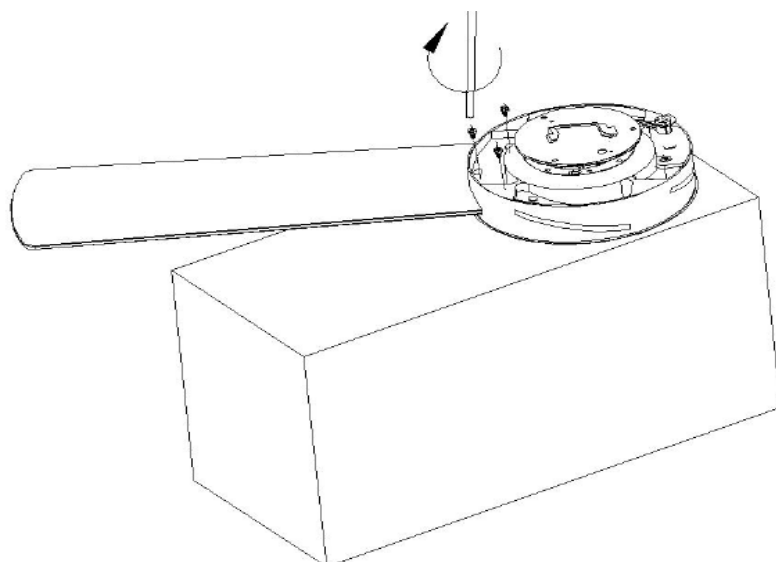

Fig. 5
- Asegure las aspas con los 3 tornillos para aspas y asegúrese de que los 3 tornillos están apretados por igual. No apriete los tornillos demasiado ya que esto puede dañar las aspas. Repita este proceso en todas las aspas. Fig 5.